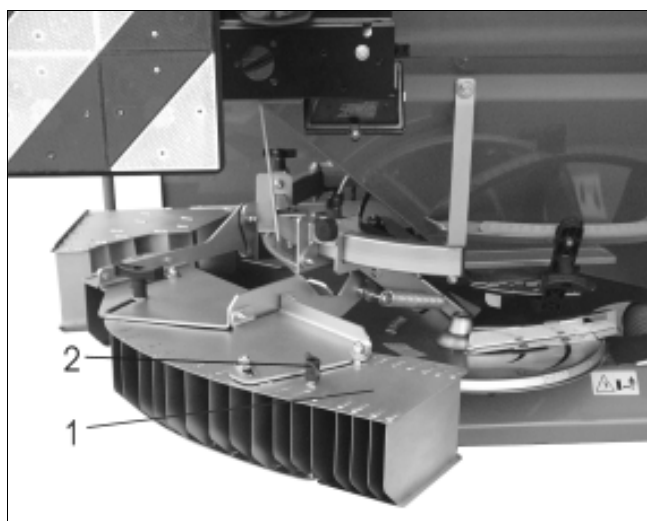
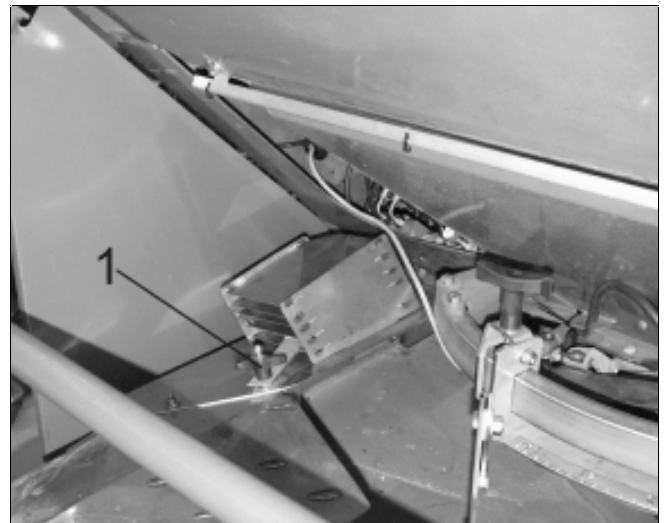

Fig. 21
Fig. 22
- Bij demontage van het verlengscherm de vleugelbout (Fig. 21/2) losdraaien en het scherm lostrekken. De vleugelbout weer monteren en het scherm in de houder opbergen.
- De schermverlenging (Fig. 21/1) met de klemplaat (Fig. 22/1) in de opbergbeugel vaszetten (Fig. 22) wanneer deze niet wordt gebruikt.